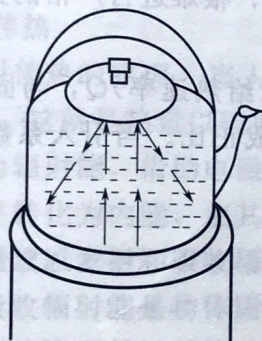
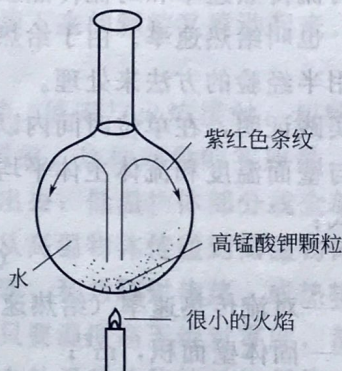

图 4-5 对流现象示意
图 4-6 对流原理实验
(1) 对流传热的原理 从图 4-5 看到: 用水壶烧水, 虽然炉火只加热壶的底部, 但最后全壶水都被烧开, 这是因为靠近壶底部的水首先得到热量, 温度升高, 受热膨胀, 密度减小, 就向上流动; 而壶上部水温较低, 密度较大, 就自动下降。由于水的上下循环流动, 将热量从流体的一部分传到另一部分, 最后将整壶水烧开, 这种现象就是对流传热。从图 4-6 的实验看, 当盛满水并放有几粒高锰酸钾的烧瓶底部受热时, 便从颗粒处生出两条紫红色条纹。这就形象地表明了流体受热后其内部质点的移动路线, 并且在质点移动时传递了热量。